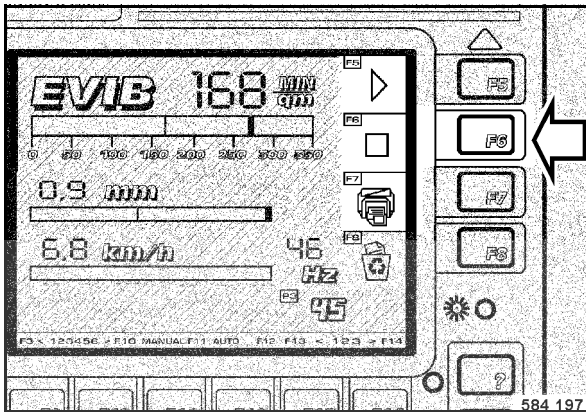

Fig. 98
- Effectuer les passes de compactage en marches avant et arrière jusqu'à ce que, après la pression sur la touche F6 "Stop", la zone de contrôle verte, à gauche à côté de F5 (Fig. 98), s'éteigne et que la zone de contrôle rouge F6, située en-dessous, s'allume.